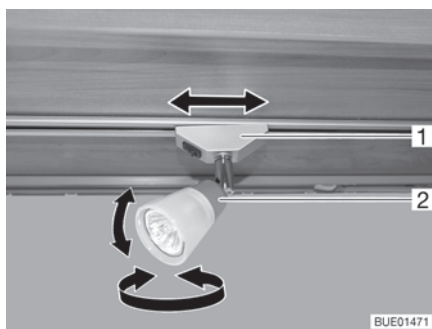

Bild 34 Spotlight
- Vrid spotlightens hus (Bild 34,2) i önskad riktning. Huset kan vridas i följande riktningar:
- Vrid fästet (Bild 34,1) med ca 45°.
- Vrid fästet (Bild 34,1) med 90°.